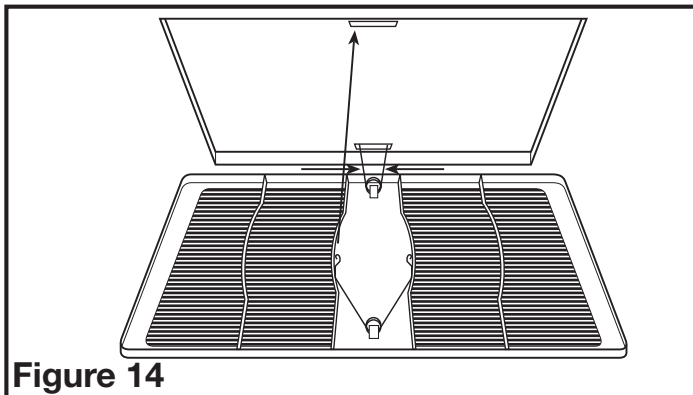

Figure 14
- 5a. **MODÈLES STANDARDS ET AVEC DÉTECTION D'HUMIDITÉ:** Installez la grille en pressant ensemble les deux extrémités des ressorts et en les installant dans les fentes du châssis du ventilateur. Poussez la grille en position (Figure 14).